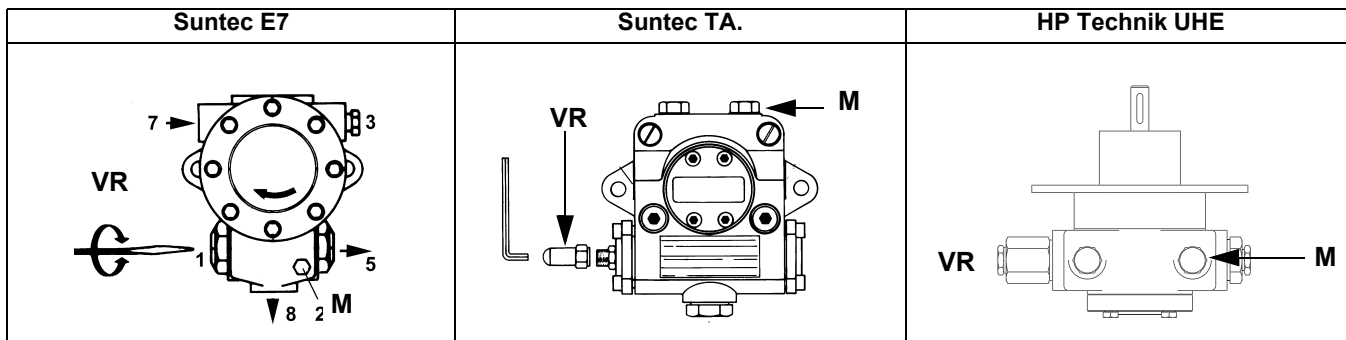
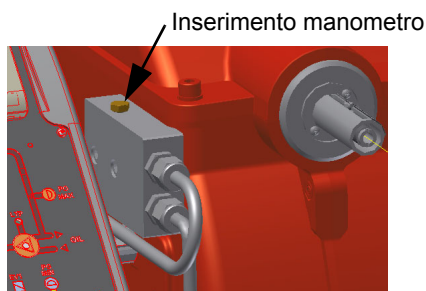

Fig. 7
Fig. 8
- 3 sfiatare l'aria dall'attacco (**M**) manometro della pompa (Fig. 7), allentando leggermente il tappo, senza toglierlo; quindi rilasciare il contattore.
- 5 Solo se necessario, regolare la pressione di alimentazione (vedi relativo paragrafo) nel modo seguente: inserire un manometro nella posizione indicata in Fig. 8 agire sulla vite di regolazione **VR** della pompa (vedi Fig. 7) fino ad ottenere una pressione all'ugello pari a 20 bar (ugelli Monarch o ugelli Bergonzo - vedere grafici a pag. 40);